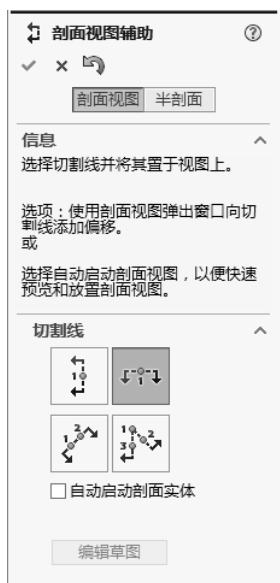
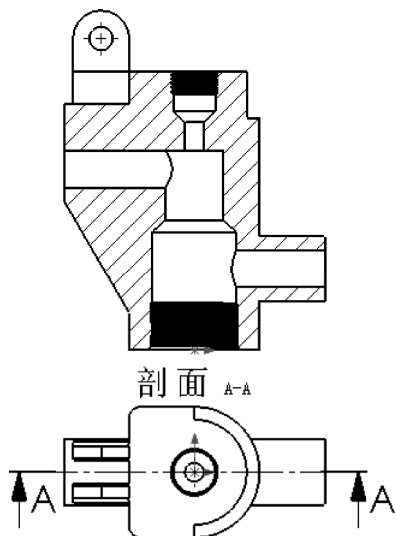

图 12-131 “剖面视图辅助”属性管理器
图 12-132 剖面视图
**04** 剖面视图。单击“视图布局”控制面板中的“剖面图”按钮，系统弹出“剖面视图辅助”属性管理器，如图 12-131 所示，选择“水平切割线”按钮，将水平剖视线放置在前视图圆心处，弹出“剖面视图”对话框，单击“确定”按钮，系统弹出“剖面视图”属性管理器，采用默认设置，将剖视图放置在前视图的上方，单击“确定”按钮，生成剖面图，如图 12-132 所示。